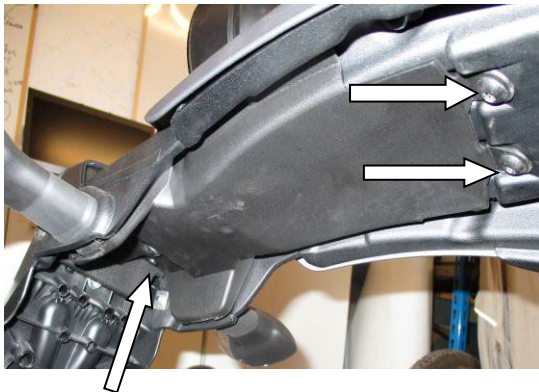

ABBILDUNG 5
- Entfernen Sie die 3 Schrauben, die die untere Abdeckung befestigen mit einem 5mm Inbusschlüssel – siehe Abbildung 5. Entfernen Sie die untere Abdeckung.